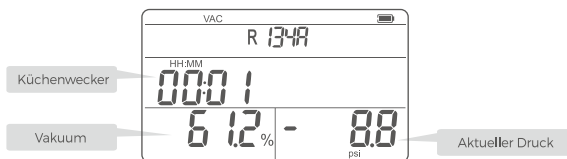

Abbildung 4 Vakuumtestschnittstelle
5. Die Schnittstelle (Abbildung 4) zeigt den aktuellen Druckwert des Systems, den Grad des Systemvakuaums und das Zeittiming, das in diese Schnittstelle eintritt.